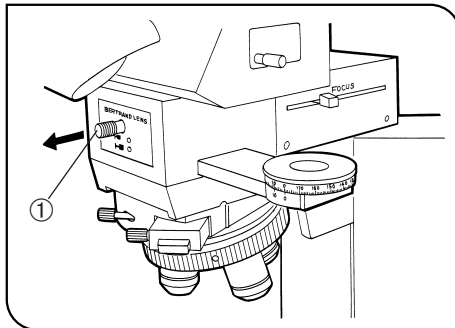

Abb. 23
1. Den Bertrandlinsen-Knopf ① herausziehen (○). (Abb. 23)